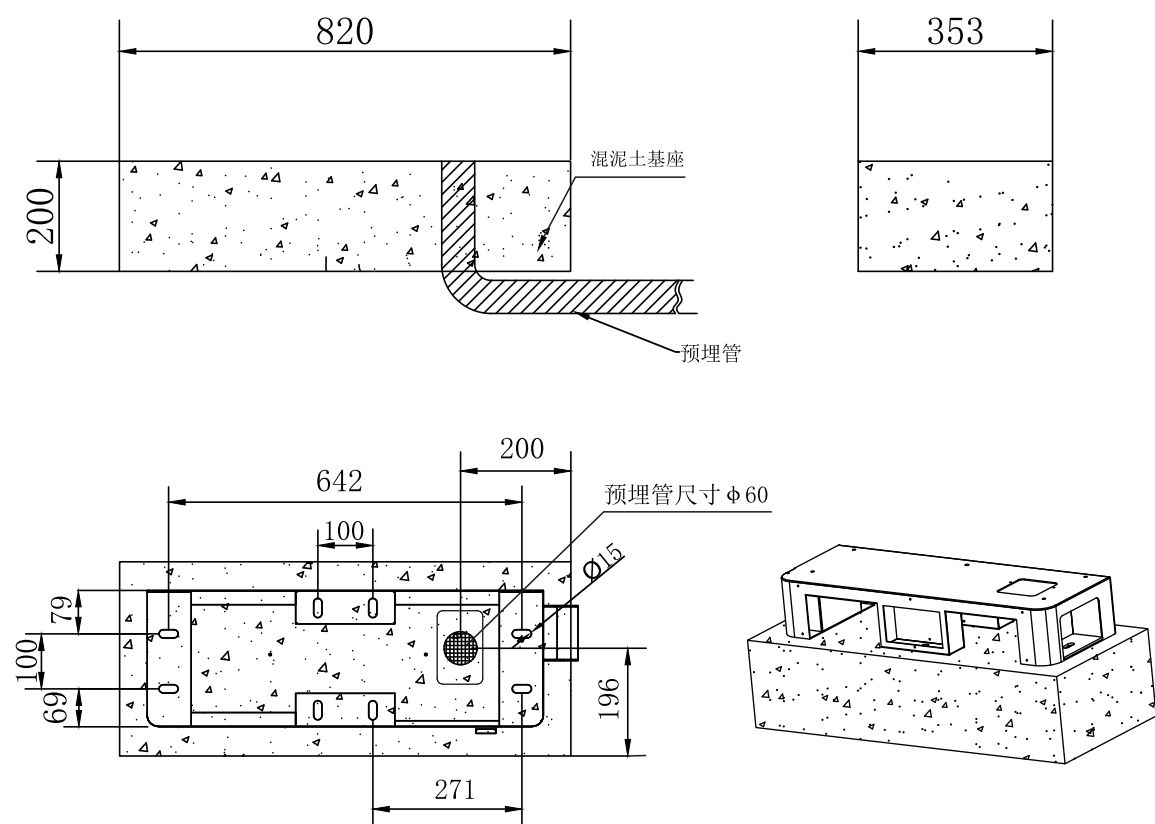

图 4-3 水泥基座外形尺寸及开孔尺寸
(2) 充电桩需安装在水泥基座上，水泥基座高于地面长宽高尺寸不小于820\*353\*200，且充电桩底座固定在水泥基座上时，单边预留宽度大于50mm；水泥基座示意图见图4-3；
(3) 按充电桩底座安装孔尺寸，对应在水泥基座上钻 4 个直径 15mm 深度 100mm 的孔，然后膨胀螺栓穿墙膨胀部分插入钻好的孔里；
(4) 在水泥基座对应充电桩进线孔处预留进线管道,预埋管道直径Φ60。
(5) 将桩体安装孔对应水泥基座安装孔放置，用螺栓 M14x80 打紧锁牢；
(6) 充电桩必须有可靠的接地连接，接地电阻必须 $\leq 4\Omega$ 。